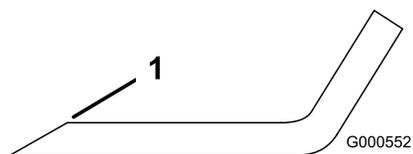

Рисунок 65
1. Заточите напильником режущую кромку на обоих концах ножа (Рисунок 65).
Примечание: Если нож не сбалансирован, удалите некоторое количество металла только с конца области загиба (Рисунок 65).